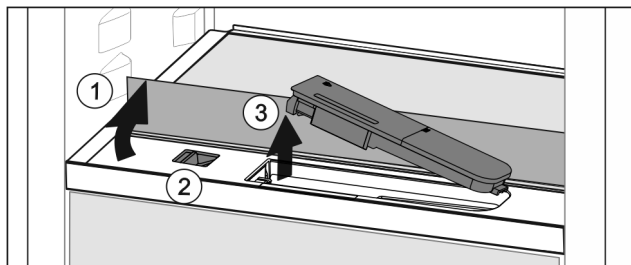

Fig. 122
- ▶ Поднять стеклянную панель и откинуть до упора назад Fig. 122 (1).
- ▶ Сдвиньте ползунок Fig. 122 (2) влево.
- ▶ Вынуть бак для воды Fig. 122 (3).